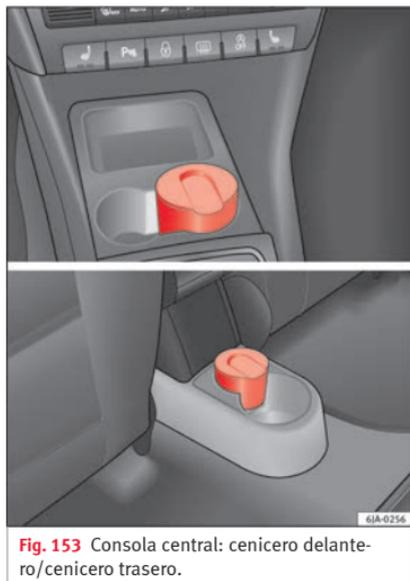

Fig. 153 Consola central: cenicero delantero/cenicero trasero.
- El cenicero » **fig. 153** se saca tirando hacia arriba.